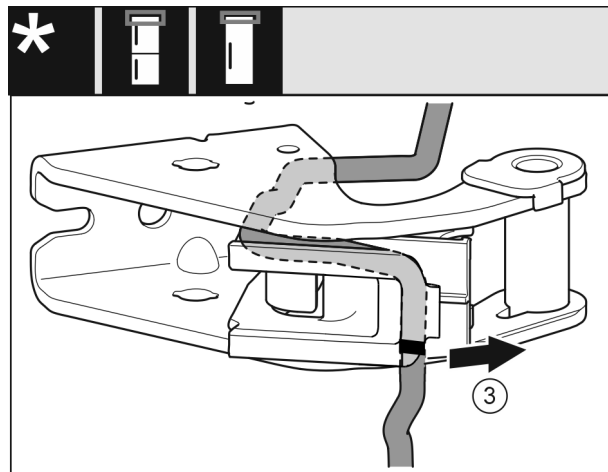

Fig. 27
- ▶ Demontera kabeln med kabelhållare från lagerbocken. Fig. 27 (3)